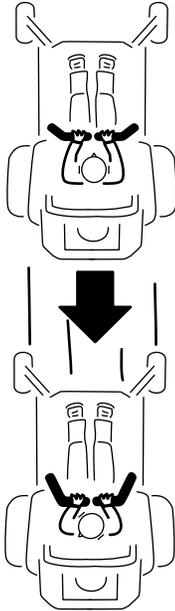

Figuur 27
2. Om vooruit te rijden, duwt u de rijhendels langzaam naar voren (Figuur 27).